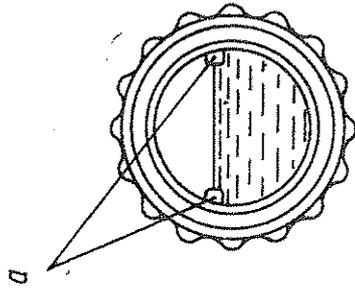

Abb. 14 Auge am Schwimmergehäuse des Vergasers K-124B:
2. Kontrolle des Kraftstoffstandes im Schwimmergehäuse. Das am Vergaser K-124B vorhandene Auge (Abb. 14) dient zur Kontrolle des Kraftstoffstandes im